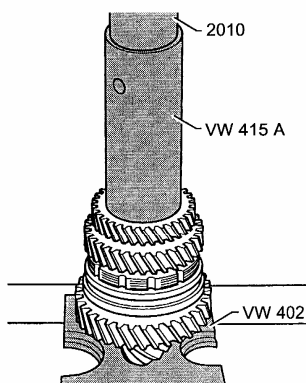

图 12-104 压入 3 挡齿轮
(19) 同步器齿套的安装时，倾斜面指向第 2 挡，阶梯式的侧面指向第 1 挡。
(20) 压入第 3 挡齿轮时，齿轮上的凹槽指向第 4 挡，如图 12-104 所示。